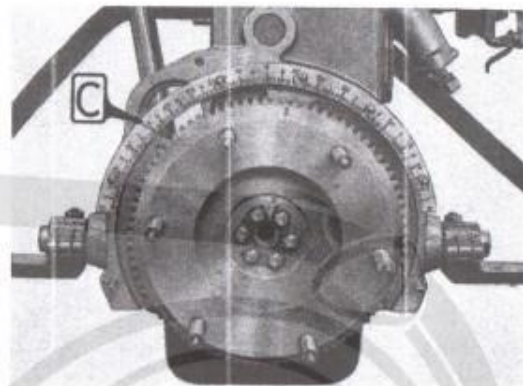

Fig. 45.
- a) Applicare posteriormente al motore il settore graduato C. 642 (fig. 45).
- a) Applicare il settore graduato C. 642 (fig. 45) posteriormente al motore.